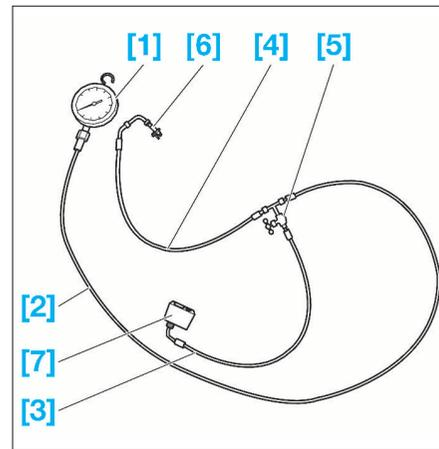

FIG. 22
- Refaire l'appoint jusqu'au repère maxi du bouchon (1).
- Refaire l'appoint jusqu'au repère maxi puis reposer le bouchon (1).
- Préparer l'ensemble de contrôle [1], [2], [3], [4], [5], [6] et [7] (Coffret Ref. 0710-ZY) (Fig.22).